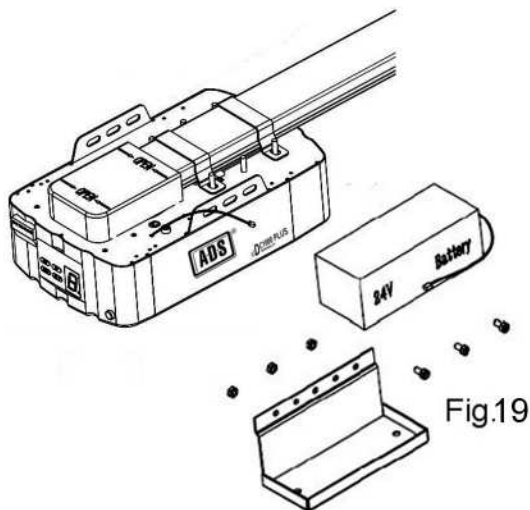

Fig.19
1. Ensamble la Batería de Respaldo y el Soporte de la Batería como en la imagen, fije con los Tornillos suministrados (Fig.19).